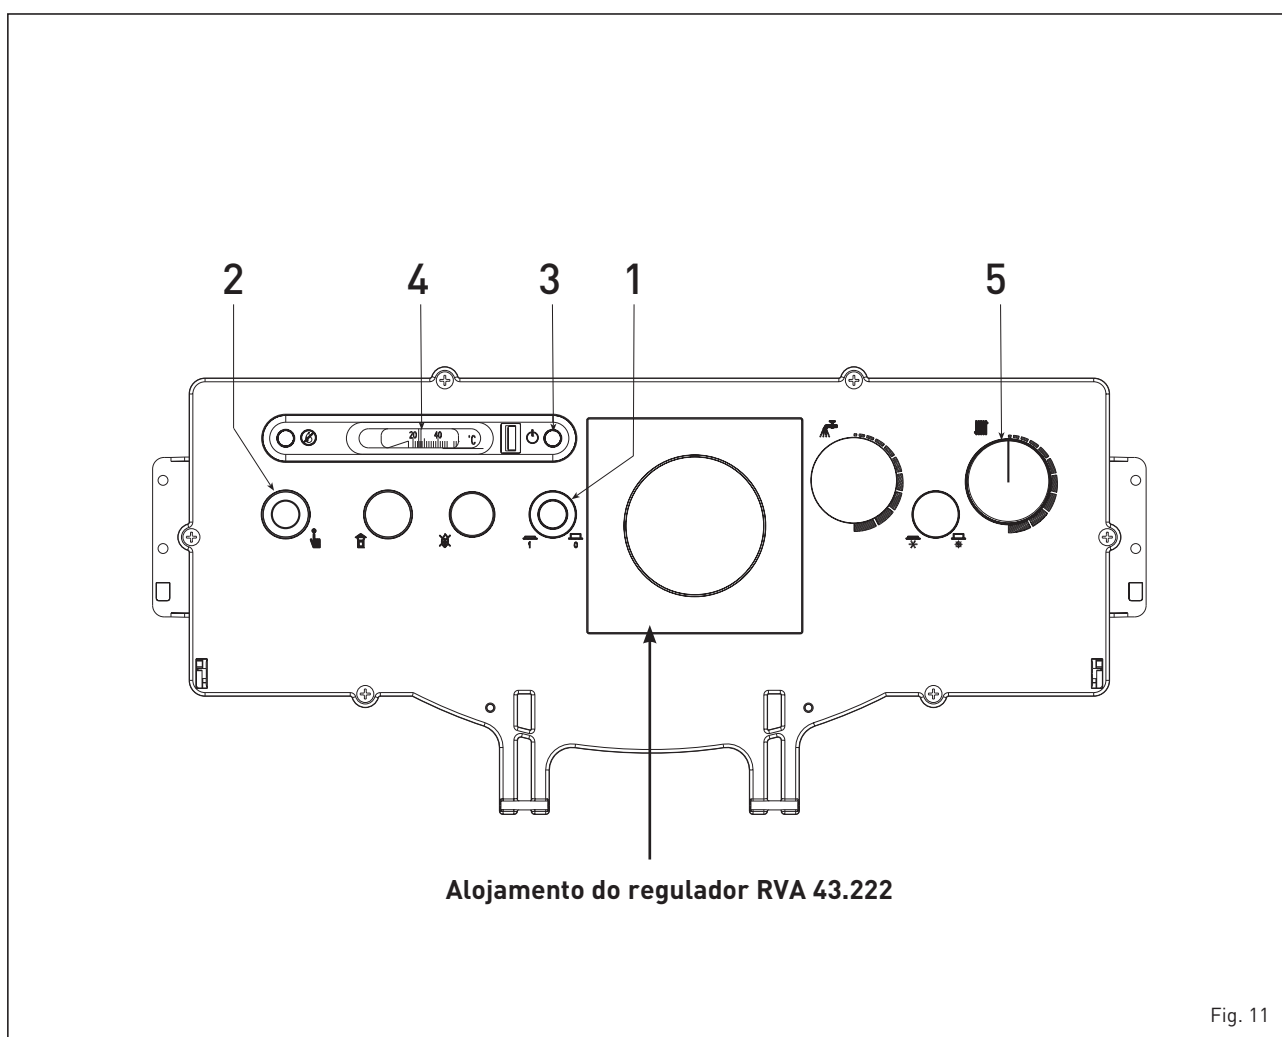

Fig. 11
Todas as funções da caldeira "2R GT OF" podem ser geridas pelo regulador fornecido por encomenda cód. 8096303, com sonda de temperatura exterior (SE) e sonda de imersão da caldeira (SC). O regulador instala-se no painel de comando substituindo o fecho (fig. 11).
seguinte modo (fig. 11):
O termóstato de segurança de restabelecimento automático calibrado para 100°C (2 fig. 11) intervém provocando a imediata desligação do queimador, caso se manifeste acidentalmente uma temperatura excessiva na caldeira.
Para desligar temporariamente a caldeira tirar a tensão pressionando o interruptor principal (1 fig. 11). Caso não queira utilizar a caldeira por um longo período deverá efectuar as seguintes operações: